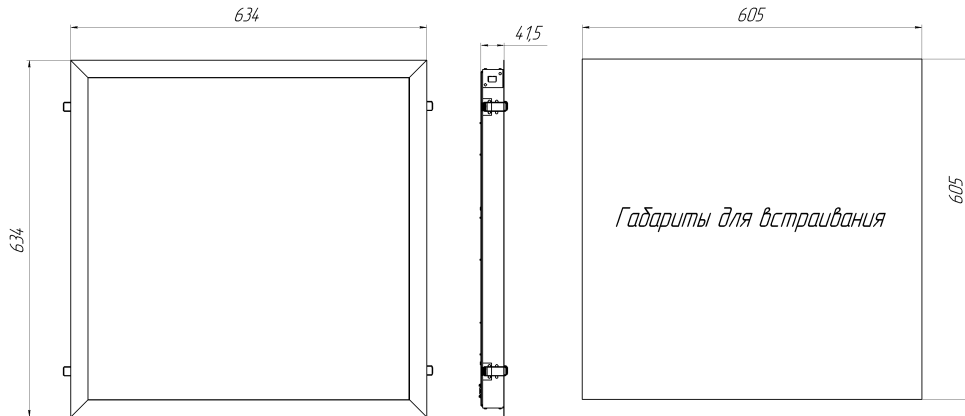

Рисунок 1. Габаритный чертеж Econex Office Gk 600x600 G2 EM
5.1.2. Для установки светильника необходимо повернуть торцевую панель и аккуратно снять рассеиватель. Надежно закрепить на ровной поверхности корпус светильника при помощи комплекта креплений, габариты для монтажа см. рисунок 1.